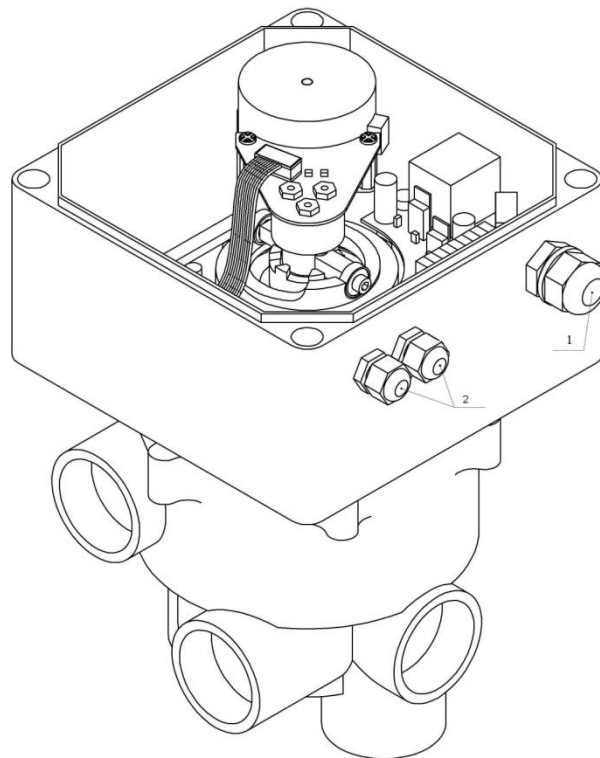
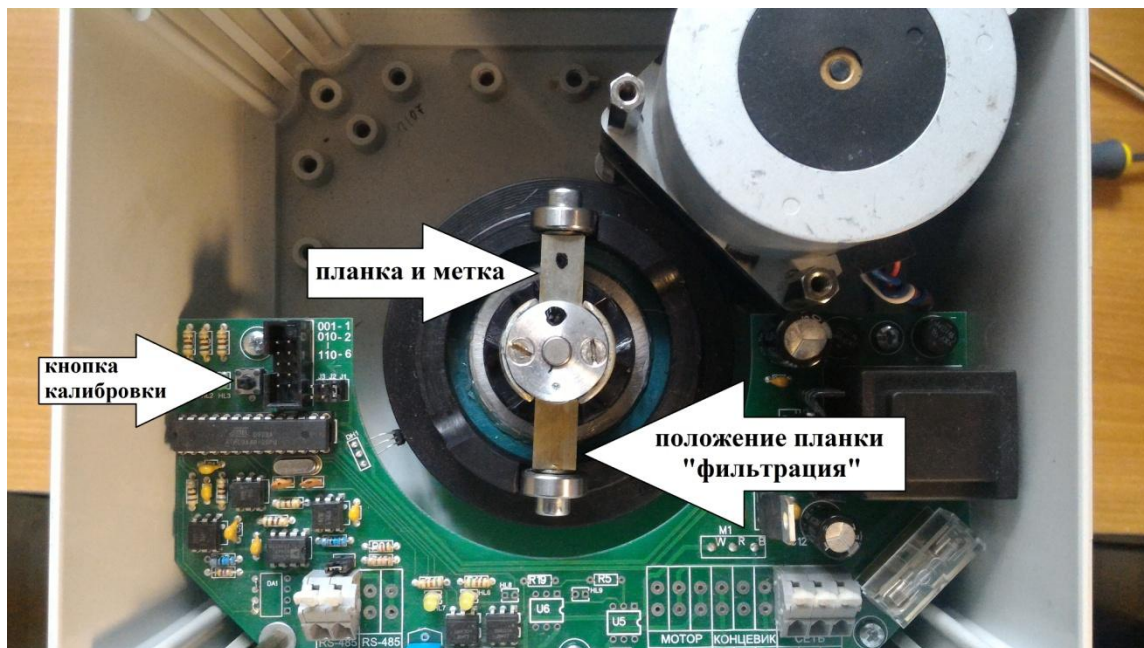
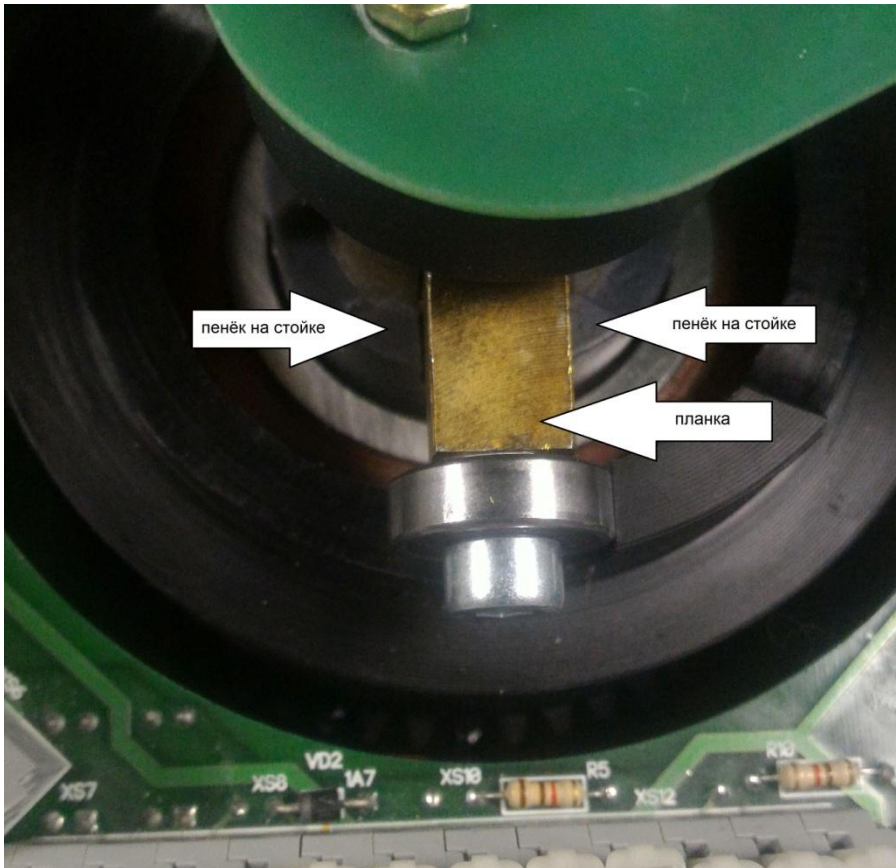
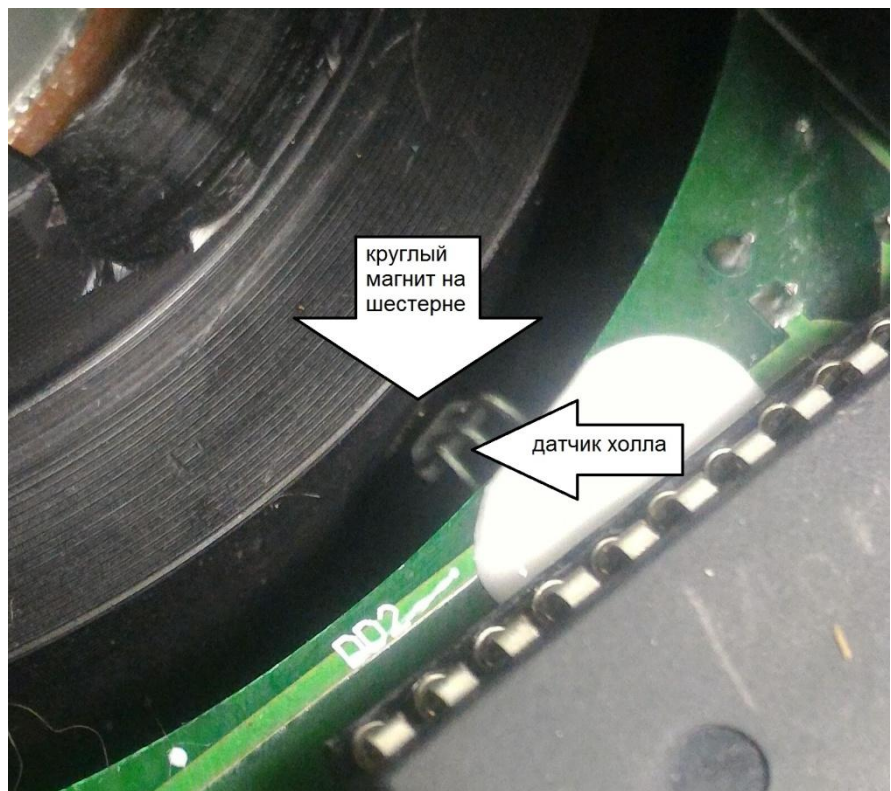

Рис. 1
Рис. 8
Рис. 10
Рис. 11
Блок «АВТО» представляет собой электронное устройство в пластиковом корпусе (см. рис.1). Корпус состоит из двух частей, собственно корпуса (1) и крышки без петель. Для соединения корпуса с крышкой предназначены винты находящиеся по углам крышки. На крышке прибора схематично изображены основные режимы работы фильтра.
- 1.4.2. **установить вручную 6-позиционный вентиль в положение «фильтрация»**, после этого расшплинтовать и снять с него ручку управления. Прибор поставляется в сборе (см.рис.1- 6). Перед монтажом прибора на 6-ти позиционный вентиль, необходимо снять плату энкодера (см рис.1.2, поз.6). Вид платы может отличаться от изображённой на рисунке. Далее пометить маркером положение шайбы с магнитом (см рис.1.2, поз.5, рис.8,9) так, что бы при обратной сборке установить точно так же (например, поставить точку). **Правильность установки шайбы, избавляет от последующей калибровки прибора.** Демонтировать шайбу и планку с подшипниками (см рис.1.2, поз.3, рис.3), выдавить вал (см рис.1.2, поз.1) вниз.
Пометить маркером положение шайбы с магнитом (рис. 8,9) так, что бы при обратной сборке установить её точно так же (например, поставить метку).
Прибор поставляется в сборе и откалиброванным. Перед монтажом прибора на 6-ти позиционный вентиль, необходимо снять плату энкодера «6» (см. рис. 2). Пометить маркером положение шайбы с магнитом (поз.«5», рис.2 и рис. 8,9) так, что бы при обратной сборке установить её точно так же (например, поставить метку).
Проверка калибровки проводится при условии, что 6-ти позиционный вентиль находится в положении фильтрации. Планка с подшипниками находится в положении как на рисунке (поз.«3», рис.2 и рис. 8,9), она как «стрелка» указывает на надпись вентиля – «фильтрация» или «промывка». Это правильная, начальная установка прибора на вентиль. Подать питание на прибор «АВТО» и для самодиагностики датчика положения вала, нажать на 3 секунды кнопку калибровки (рис. 8).
Калибровка проводится при условии, что 6-ти позиционный вентиль находится в положении фильтрации и планка с подшипниками «3» находится в положении как на рисунке (рис.8), это правильная, начальная установка прибора на вентиль. Для удобства калибровки, пометить маркером (краской) край планки «3» (отметка положения фильтрации).
Снять адресную перемычку «J1» (находится рядом с кнопкой калибровки), нажать и держать кнопку (смотри рисунок 7), привод начнёт движение по часовой стрелке. Дождаться когда планка с меткой окажется в положении «фильтрация», через ~0,5 сек. после щелчка, отпустить кнопку (остановить привод). Положение планки (поз. 3, рис.1) должно быть **как на рис. 10**, то есть совпадать с прорезью на валу (между пеньками, но со смещением, ближе к левому). Перед тем как активировать процедуру калибровки (пункт 3), нужно проверить положение датчика холла (**Рис.11**), он должен быть точно напротив магнита в шестерне (подвести короткими нажатиями на кнопку «калибровка» магнит к датчику холла, можно аккуратно подогнуть при отключенном питании прибора, влево или вправо).